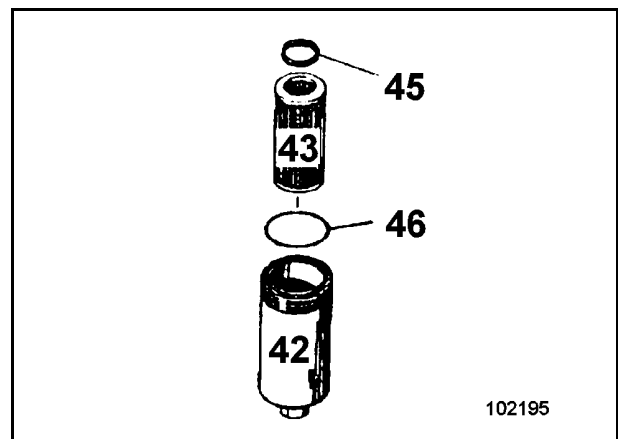

Fig. 3-135:
- Filtergehäuse (42, Fig. 3-135:) abschrauben
- Filterelement (43) aus Gehäuse (42) nehmen.
- Filterelement ins Gehäuse (42) einsetzen und mit neuen, leicht eingöltem Dichtring (46) an Filterkopf anbauen.